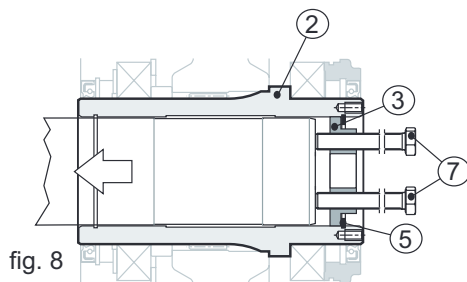

fig. 8
rimuovere dalle loro sedi, la vite di fissaggio (pos. 6), il fondello (pos. 3) e l'anello seeger (pos. 5). Capovolgere il fondello (pos. 3) e reinserirlo nella sua sede all'interno dell'albero femmina (pos. 2) del riduttore e bloccarlo con il seeger per interni (pos. 5). Inserire nei due fori filettati presenti sul fondello (pos. 3) n° 2 viti (pos. 7), avvitarle fino ad appoggiarle all'albero della macchina (pos. 1), quindi continuare ad avvitarle in modo alternato, facendo al massimo un giro per volta (vedi fig. 8).